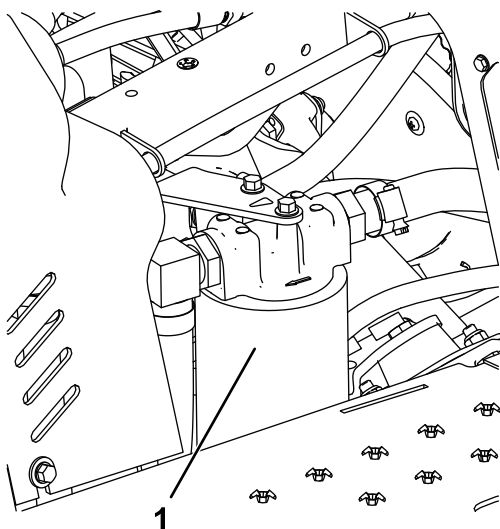

Figura 42
4. Aezai o tavă de golire sub filtrul hidraulic, care se află în partea stângă a mainii (Figura 42).
7. Montați filtrul hidraulic nou (Figura 42) înurubându-l manual până când garnitura intră în contact cu capul filtrului, apoi strângeți filtrul cu încă $\frac{3}{4}$ de tură.